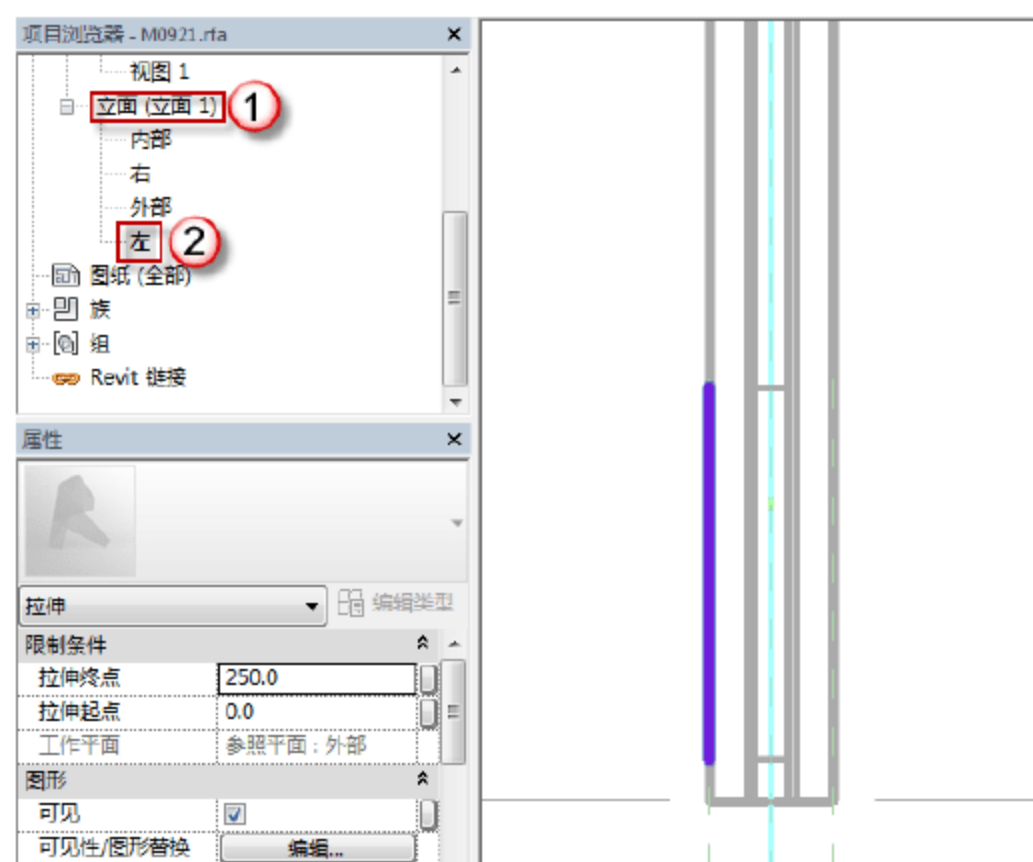

图 6.1.27 百叶窗洞的左立面视图
(27) 选择“项目浏览器”中的“立面（立面 1）”→“左”选项，可以进入百叶窗洞的左立面视图，如图 6.1.27 所示。